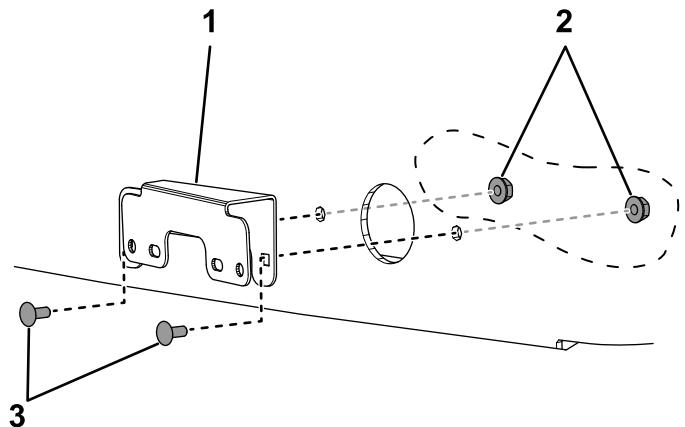

Figura 23
3. Instale los 2 soportes de los intermitentes en el capó usando 4 pernos de cuello cuadrado (Nº 10 x ½") y 4 contratuerca (Nº 10) (Figura 23).